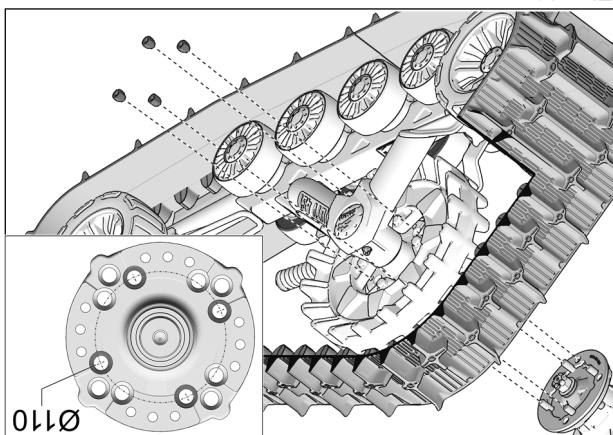

Fig. 10
9. Fixer le système de traction au moyeu de roue arrière. Utilisez les écrous de roue du véhicule sur le cercle de perçage de $\varnothing 110$ mm. Voir la Fig. 10